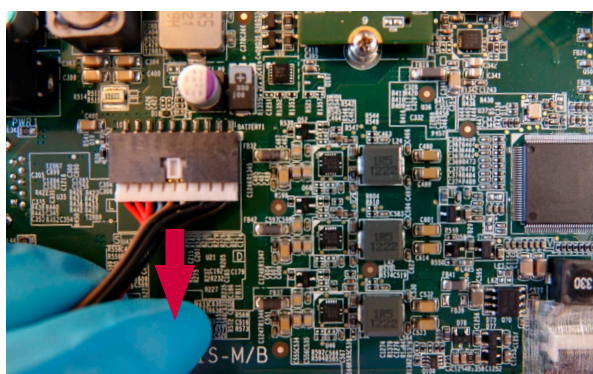

Рис. 13. Отсоединение кабеля батареи
- k) **Отсоединение кабеля батареи (рис. 13)**
Чтобы отсоединить кабель батареи (расположение см. на рис. 12), осторожно выньте серый разъем из черного разъема в направлении, указанном стрелкой на рис. 13.